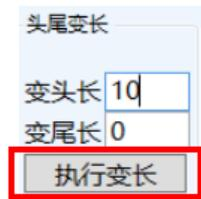
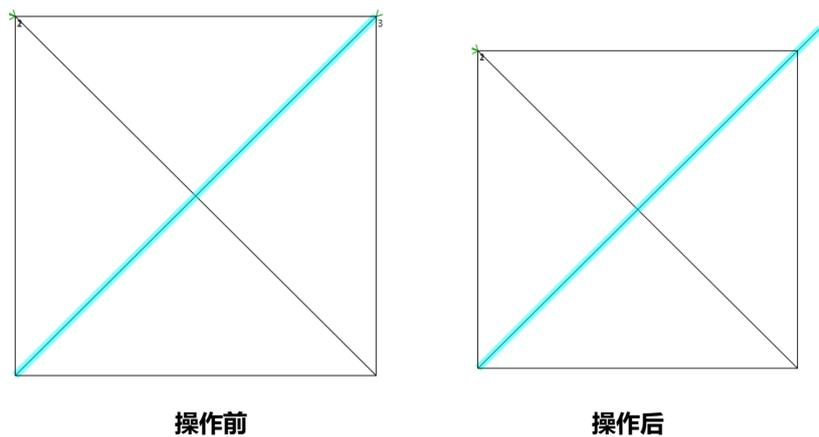

图 5.3.5c 点击执行变长
图 5.3.5d 执行变长操作示意
③点击执行变长。如图 5.3.5c 所示。图形变化如图 5.3.5d 所示。